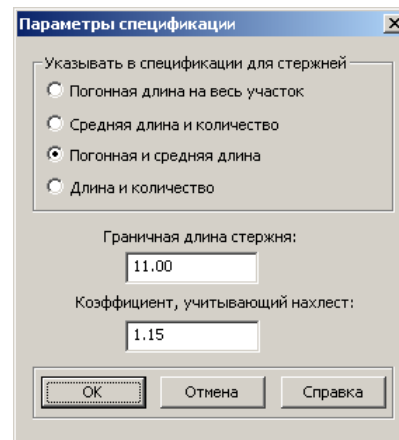

Рис.2.8.3. Окно диалога **Параметры спецификации**
- В открывшемся окне диалога **Параметры спецификации** (рис.2.8.3) выполните следующие действия: